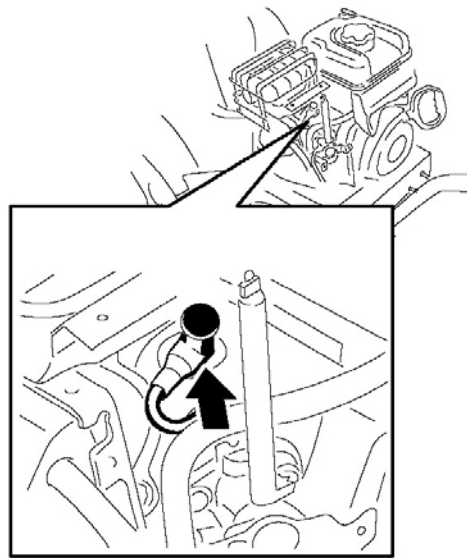

Рисунок 44.
4. Очистите поверхность вокруг основания свечи зажигания (Рис. 44).